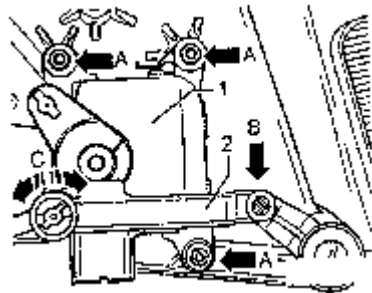

图 13-59 拆卸中央活门伺服电机
a. 拆卸：拆卸仪表板，将仪表板横梁从横壁上脱开。将分配器箱和蒸发器壳体抬起来。拆卸脚部空间出风口，如图 13-59 所示，拧出箭头 A 所指的紧固螺栓（TORX T15），用一把螺丝刀小心地将操纵杆 2 从杠杆上（箭头 B）撬出来。旋转操纵杆 2（箭头 C），并把它从伺服电机 1 上取下，拔去插接件，取出伺服电机。